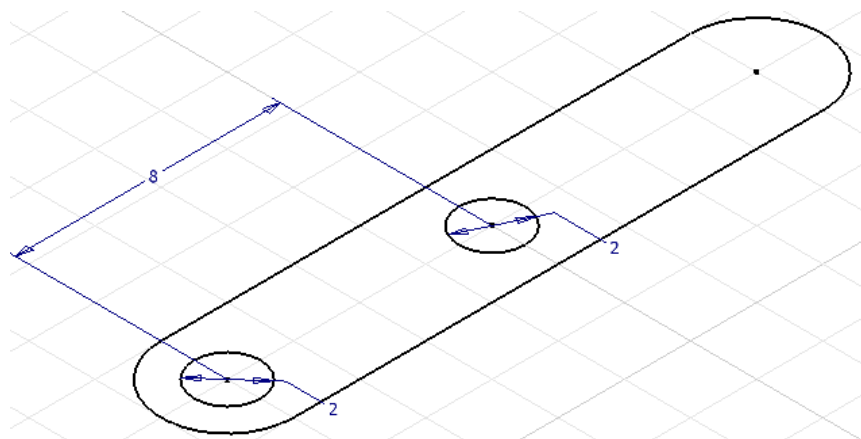

Рис. 26
**ружности** - укажите место расположения размера, нажмите на размерное число (скорректируйте размер) -- укажите межцентровый размер – «8» - **Enter** (рис. 26).